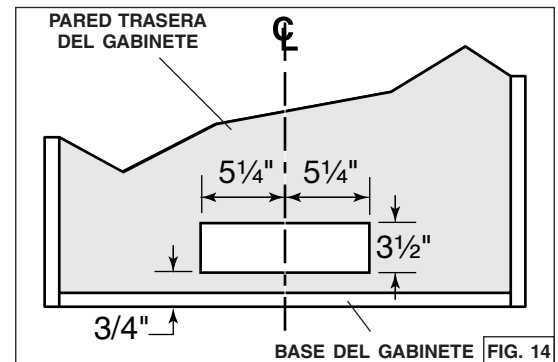

FIG. 14
9. Corte el orificio para la salida horizontal a través de la pared trasera del gabinete usando las dimensiones indicadas. (FIG. 14).